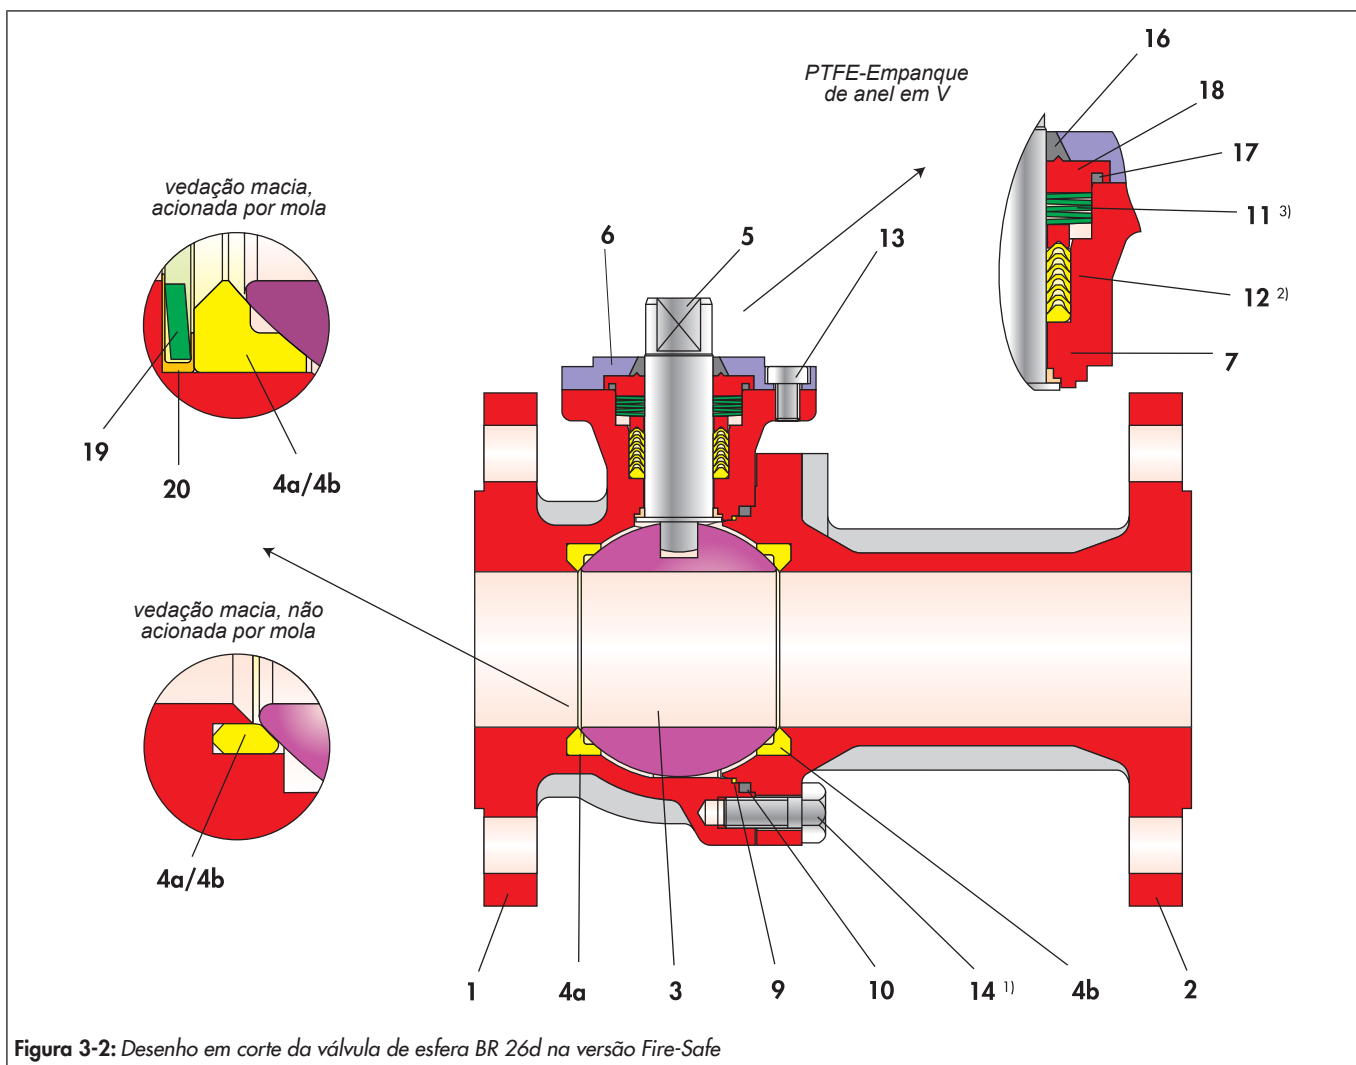

Figura 3-2: Desenho em corte da válvula de esfera BR 26d na versão Fire-Safe
- ⇒ Deslizar o empanque de anel em V (12) sobre o veio de comando montado (5) com um ligeiro movimento de rotação e inseri-lo no suporte de empanque do corpo de base (1). Consultar a disposição e o número de anéis em V na Figura 3-2 e na Tabela 3-5.
- ⇒ Colocar o jogo de molas de disco (11) sobre o empanque (12). Consultar a disposição e o número de anilhas de mola na Figura 3-2, na Tabela 3-5 e na Tabela 3-6.
- ⇒ Pressionar o anel de grafite de carbono (17) no casquilho (18).
- ⇒ Fazer deslizar o casquilho (18) com o anel de grafite de carbono (17) sobre o veio de comando (5), de modo a que este assente nas anilhas de mola (11).
- ⇒ Fazer deslizar cuidadosamente o anel de grafite de carbono (16) sobre o veio de comando (5) até ao casquilho (18).
- ⇒ Colocar o flange da caixa de empanque (6) sobre o veio de comando (5) no corpo de base (1).
- ⇒ Lubrificar ligeiramente os parafusos (13).
- ⇒ Ajustar o flange da caixa de empanque (6) com parafusos (13) e apertar uniforme e alternadamente.